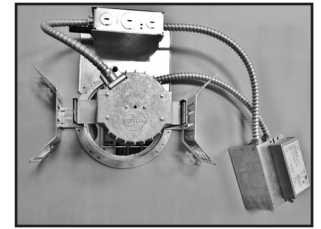

Figura 22.
6. Coloque la unidad del controlador adaptador lejos de la abertura del techo/alojamiento y ponga el controlador hacia arriba (Figura 22.).